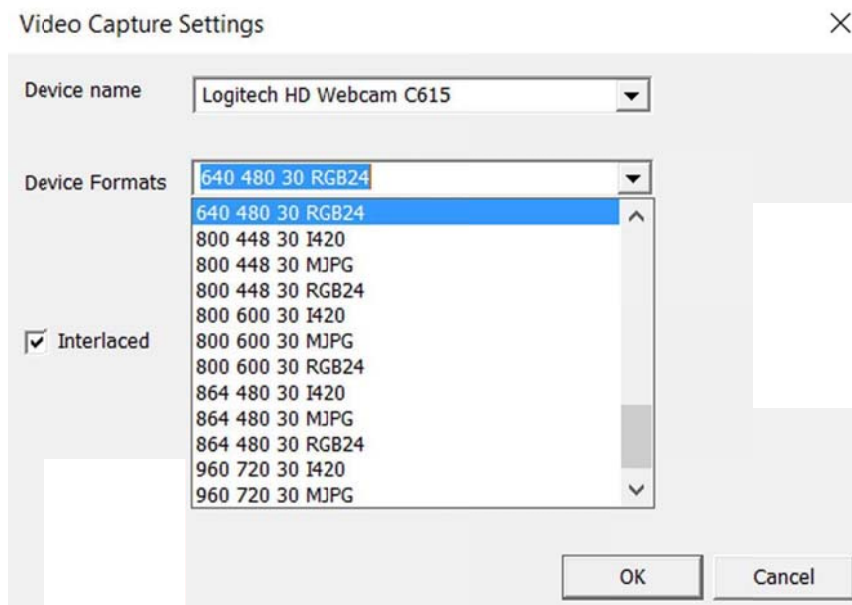

Figure 25 - Le menu DEVICE FORMATS permet un certain nombre de valeurs possibles
- Maintenant, déroulez le menu du dispositif de champ Vidéo FORMATS comme le montre Figure 25. Notez que tous les formats indiqués seront pris en charge par une caméra spécifique.